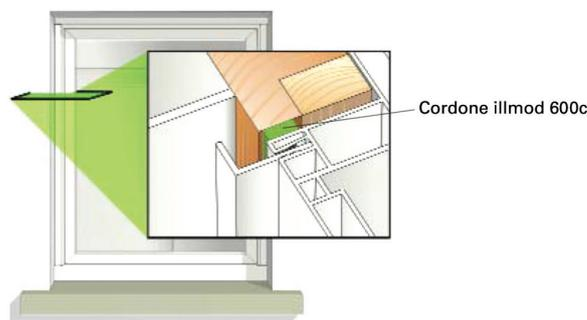

Figura 3
- Il cordone dovrà essere applicato su una zona piana, orientata verso l'esterno, in modo che il sistema di attivazione resti accessibile dall'esterno (Figura 3).